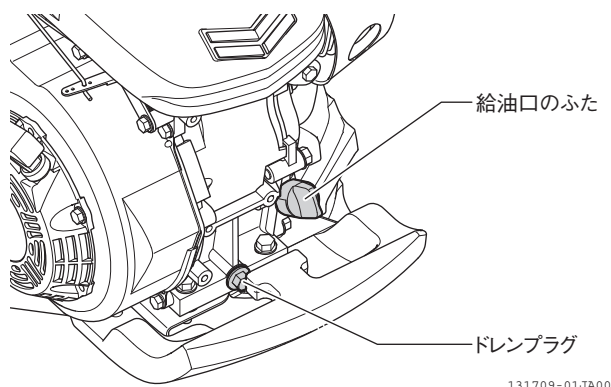

図 4-16 交換のしかた
2. ドレンプラグを工具 (12 mm) で外します。古いエンジンオイルが流れ出てきます。(図 4-16)